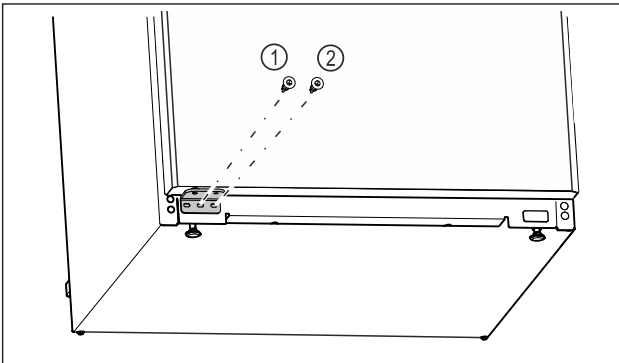

Fig. 25
- ▶ Vidurinę atraminės gembės Fig. 25 (1) varžtą prisukite atsuktuvu Torx 20.
- ▶ Vidinę atraminės gembės Fig. 25 (2) varžtą prisukite atsuktuvu Torx 20.